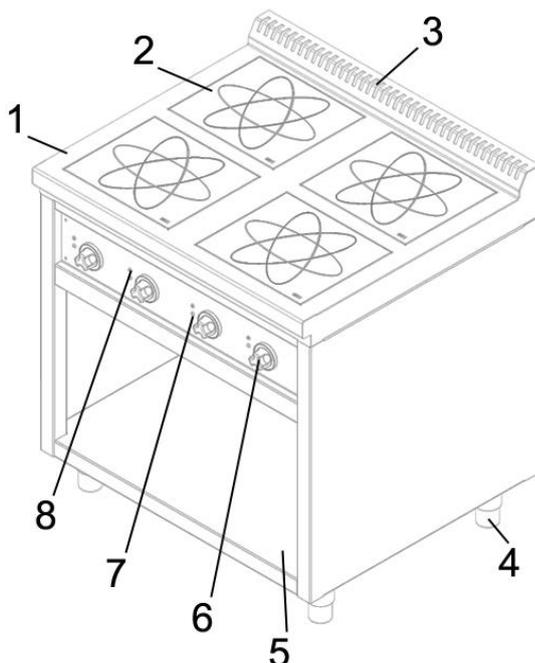

Рис. 1 Общее устройство индукционной плиты
На рис.1 представлено общее устройство индукционной плиты.
В зависимости от модели на столе плиты 1 (рис.1) располагается от 1 до 6 индукционных конфорок. Индукционная конфорка предназначена для приготовления продуктов в специальной магнитной посуде и представляет собой стеклокерамическую поверхность 2 (рис.1) под которой располагается катушка. Интенсивность нагрева конфорки регулируется ручкой 6 (рис.1), расположенной на лицевой панели устройства. При значении «0» на ручке устройство – выключено. Рядом с ручкой находятся световой индикатор 8 (рис.1), сигнализирующий о правильной работе устройства и пиктограмма 7 (рис.1), показывающая месторасположение конфорки. Коллектор 3 (рис.1) имеет вентиляционные отверстия, через которые удаляется теплый воздух из внутреннего пространства устройства.
Горизонтальность плиты регулируется с помощью ножек 4 (рис.1). В напольных моделях плит имеется ниша 5 (рис.1) для хранения кухонного инвентаря, которая может комплектоваться распашными дверьми.
- Плавно поверните регулятор 6 (рис.1) **по часовой стрелке** и установите необходимую для работы мощность от 1 до 8 (точки, находящиеся между цифрами, также являются полноценными уровнями мощности).
- Переключение режимов сопровождаются одиночным миганием светового индикатора 8 (рис.1) красным светом и коротким звуковым сигналом.
- Если конфорка «видит» посуду, то индикатор 8 (рис.1) загорится ровным зеленым светом. Если конфорка «не видит» посуду – зеленый индикатор будет мигать.